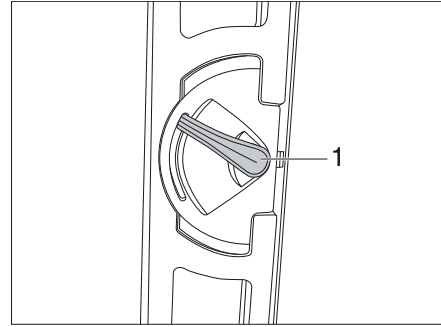
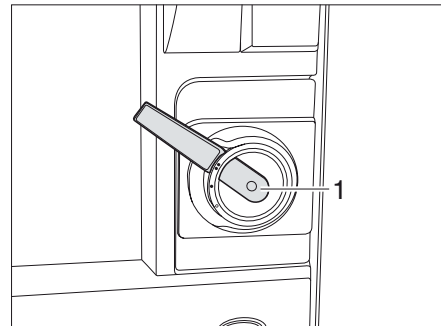

Fig. 23 Variante1: Serrure de la porte de cellule, à l'intérieur, verrouillée
Fig. 25 Variante 2: Serrure de la porte de cellule, à l'intérieur, verrouillée
- Pousser la poignée de porte (Fig. 23,1 ou Fig. 25,1) d'env. 45° vers le haut et la laisser dans cette position.